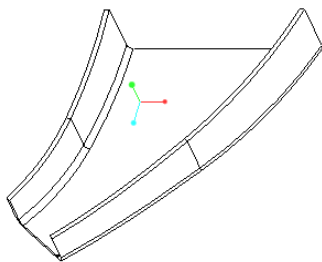

图 1-235 原始钣金件模型
(1) 在 Creo Parametric 4.0 界面的“快速访问”工具栏中单击  (打开) 按钮，系统弹出“文件打开”对话框，浏览并选择 bj_1_6_1c.prt 文件，单击“打开”按钮。该文件中已有的钣金件模型如图 1-235 所示。